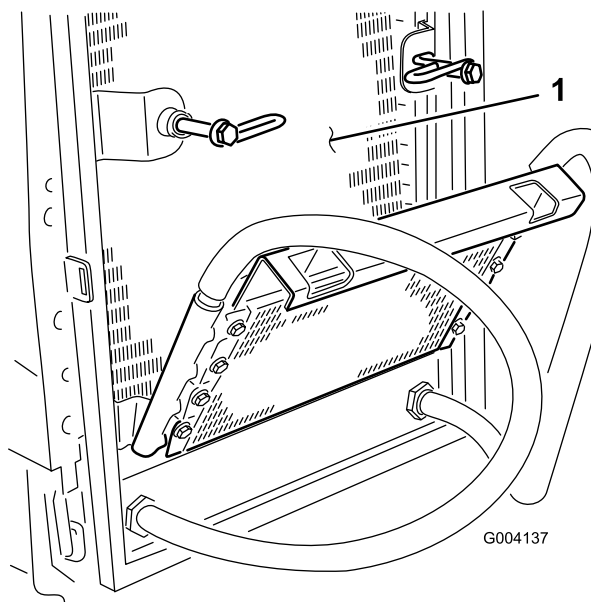

Figura 51
6. Pulite accuratamente entrambi i lati del radiatore dell'olio e del radiatore utilizzando aria compressa (Figura 51).